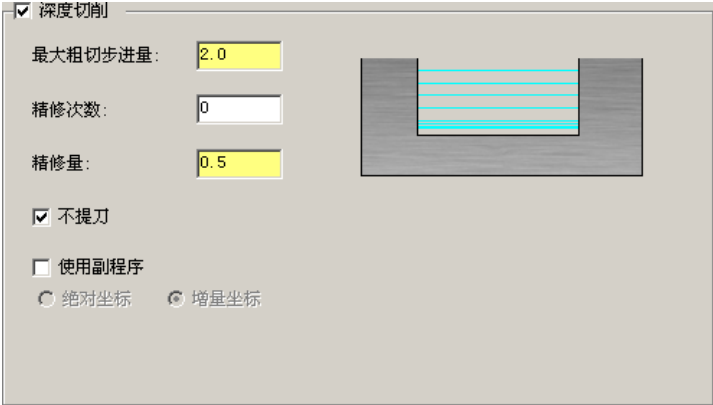

图 22.8 “深度切削”参数设置界面
Step9. 设置深度参数。在“2D 刀具路径-平面铣削”对话框中的左侧节点列表中，单击 **z轴分层铣削** 节点，设置图 22.8 所示的参数。